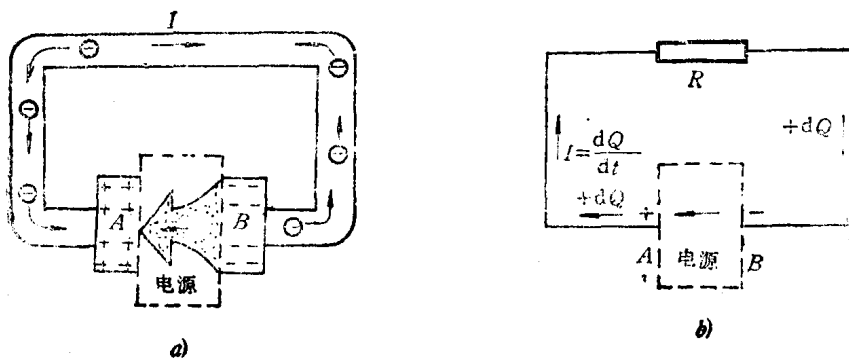

图 2—1 恒稳电源图示
1. 电流的强度和方向都不随时间而改变, 这样的电流叫做稳恒电流或称直流 $I = I_0$ 。如图 2—1 所示。在电流流动过程中, 如果我们把每一瞬间到达导体 A 的负电荷不断地送回到 导体 B 上 (或者说, 把到达导体 B 上的正电荷不断地输送到导体 A 上), 那末我们就能保持导体 A 和 B 之间的电势差不变, 也就是说, 使金属导线内建立的电场保持不变, 成为恒稳电场。在导体内的恒稳电场要靠电源来维持, 并且在维持这种电场的同时电源要不断地做功, 换句话说, 恒稳电场是以消耗其他形式的能量来维持的。